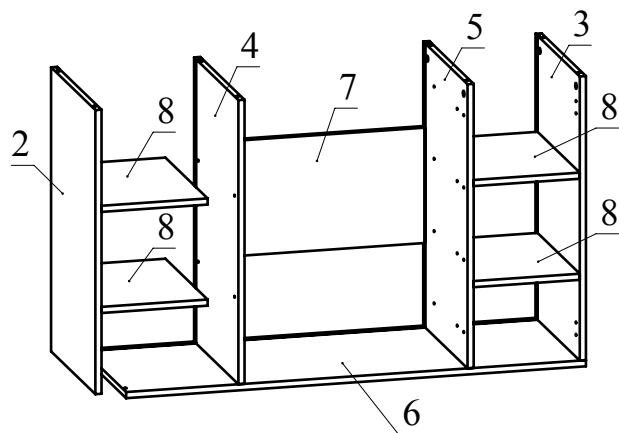

Рис.4
- Соберите сборку в соответствие со схемой (Рис. 4).